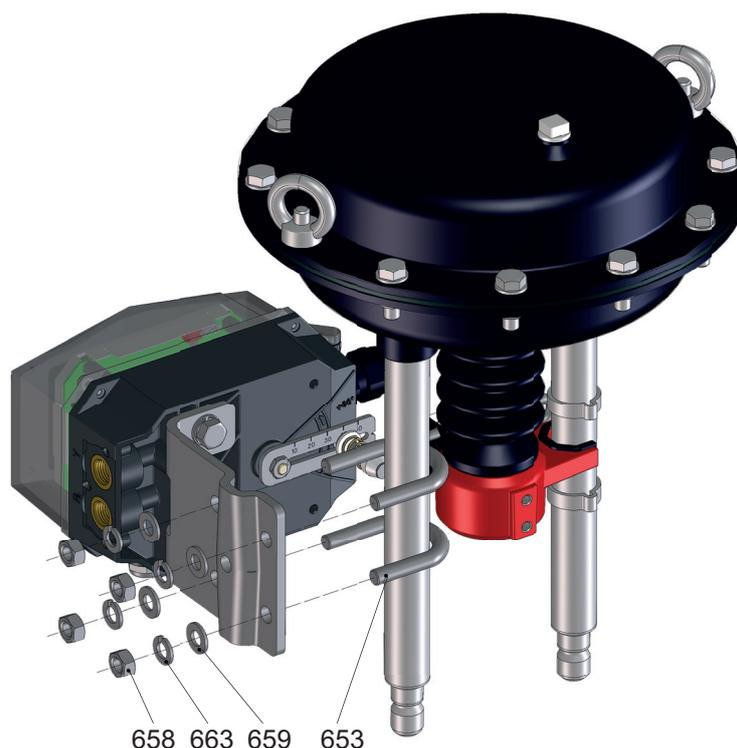

Bild 14
6. Befestigen des ARI-STEVI-POS® an der Antriebssäule (siehe Bild 14):
Nach der groben Ausrichtung können die Sechskantmuttern (Pos. 658) vorläufig festgezogen werden (siehe Bild 14).